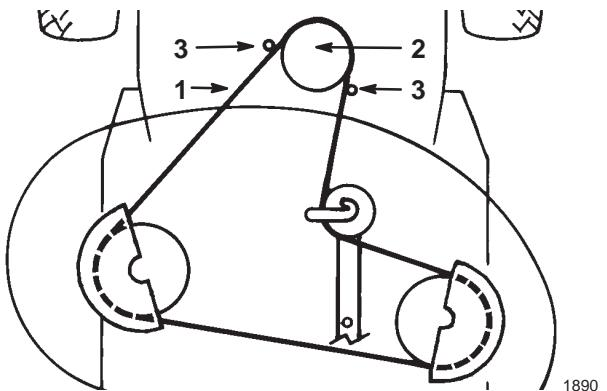

**Bild 41**
10. Entfernen Sie den Splint und die Scheibe vom Ende der langen Stange (Bild 41). Schieben Sie die Stange aus dem Schneidwerkträger heraus. Wiederholen Sie diesen Schritt an der anderen Schneidwerkseite.
11. Entfernen Sie den Splint und die Scheibe vom Schneidwerknavellierbügel (Bild 41). Schieben Sie den Bügel vom Montagestift herunter. Bringen Sie die Scheibe und den Splint zur Einlagerung wieder an.